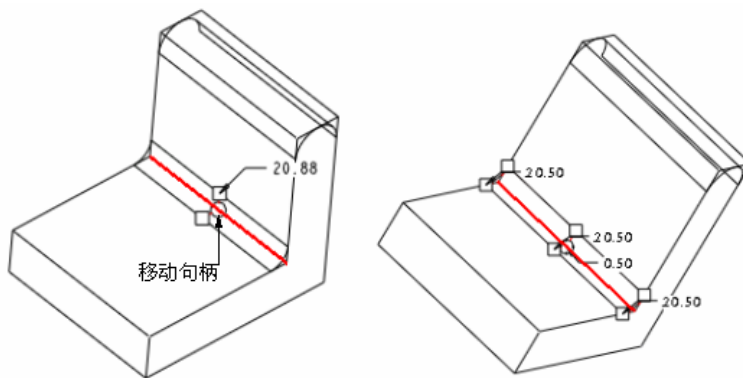

图 12-7
- (2) 如图 12-7 所示，选中圆角尺寸移动句柄，按下 Ctrl 键，拖动圆角尺寸到适当位置，此时模型中显示两端和新位置处的圆角尺寸，如图 12-7 所示。（也可通过右键快捷菜单中的【添加半径】命令添加圆角控制点）